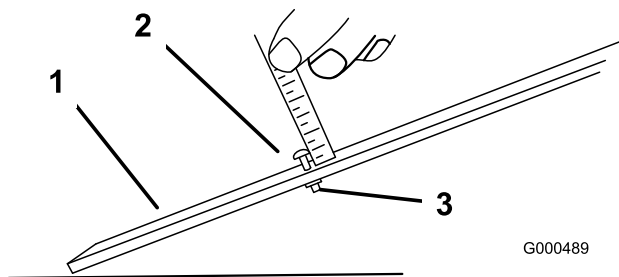

Figura 15
2. Afloje la tuerca de la barra de ajuste y ajuste el perno de ajuste de la altura para la altura de corte deseada (Figura 15). La distancia entre la parte inferior de la cabeza del perno y la cara de la barra es la altura de corte.